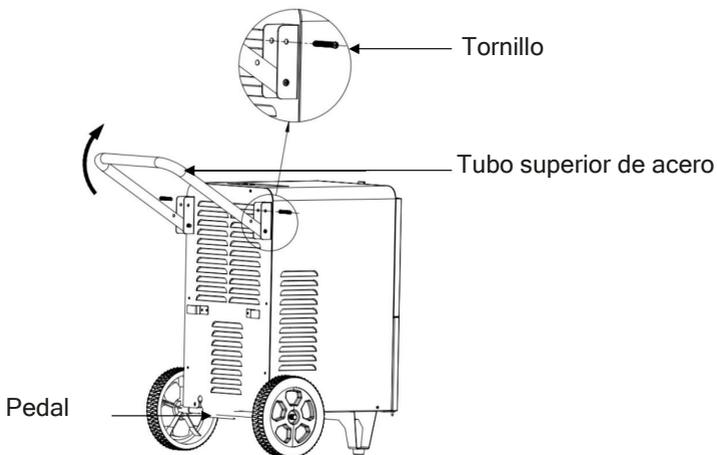

Ilustración 2
2. Método de instalación del tubo superior de aluminio: tal y como se muestra en la ilustración 2, apriete los dos tornillos en la parte superior del cuerpo, gire el tubo superior de acero 180 grados y fíjelo con los tornillos en posición contraria.